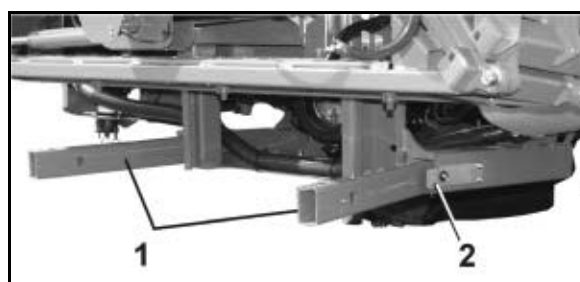

Fig. 37
- Før maskinen kobles fra, må du løsne transportsikringen (Fig. 37/2) og dra ut parkeringsstøttene (Fig. 37/1).